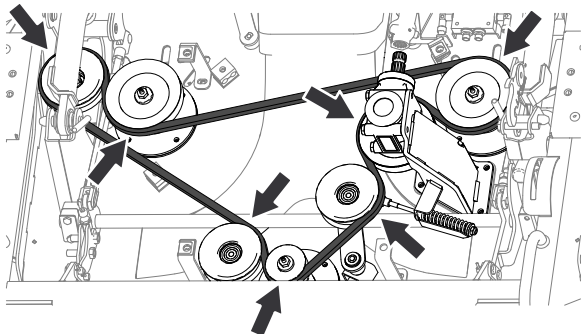

Figura 134
1. Amplasai curea nouă în jurul fuliilor în modul indicat în Figura 134.